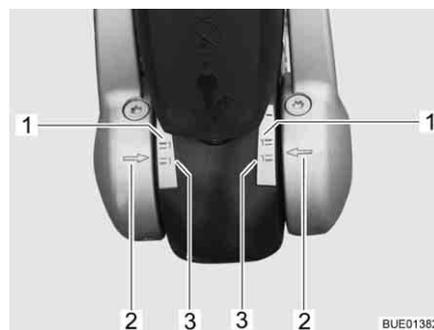

Fig. 200 Visualizador Forros de fricción a la izquierda y derecha
- Si las flechas en la arandela de presión (Fig. 200,2) se encuentran por debajo o sobre la superficie de marcación verde (Fig. 200,3), los forros de fricción estarán como nuevos.
- Si las flechas en la arandela de presión se encuentran dentro de las superficies de marcación (Fig. 200,1 y 3), los forros de fricción estarán ligeramente desgastados.
- Si las flechas en la arandela de presión se encuentran sobre o por encima de la superficie de marcación roja (Fig. 200,1), los forros de fricción estarán desgastados. Dejar que los forros de fricción sean sustituidos.